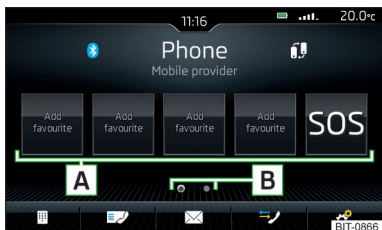

Fig. 149
- ▶ În meniul principal *Telefon* atingeți suprafața de comandă funcții liberă dorită **A** » fig. 149.
- ▶ Pentru **schimbarea grupei de memorare** atingeți suprafața de comandă funcții **B** » fig. 149.
- ▶ Pentru **selectare** atingeți suprafața de comandă funcții alocată **A** » fig. 149.
- ▶ În meniul principal *Telefon* atingeți lung suprafața de comandă funcții dorită alocată **A** » fig. 149.